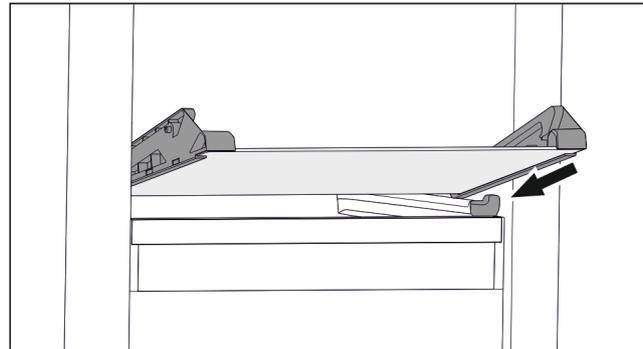

Fig. 73 Glasplatte des abklippbaren Schubfachs
- ▶ Glasplatte schräg hinter den Stopperrn aufsetzen. (siehe Fig. 73)